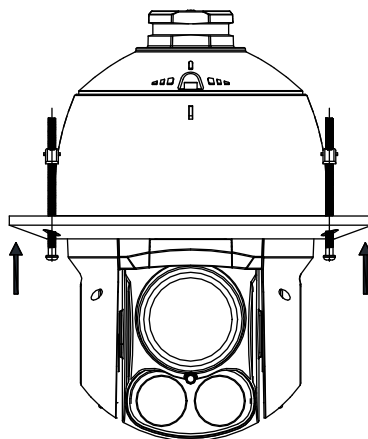

图2-12 安装蝴蝶夹
- 将 3 枚蝴蝶夹按指示方向安装至球体上，如图 2-12 所示。